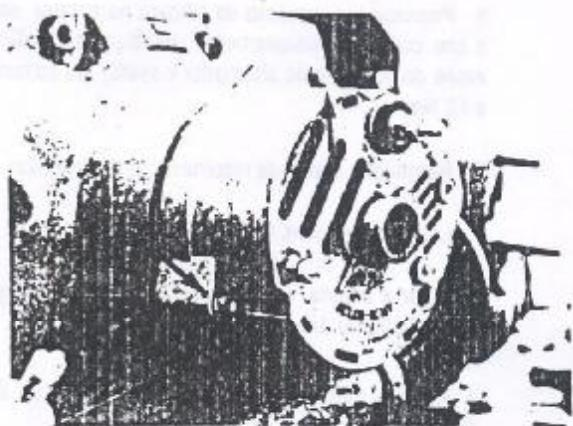

Figura 9.03.1 - Parafusos de fixação do alternador
- 3 Remover os parafusos de fixação da carcaça do alternador ao bloco do motor, e remover o conjunto da carcaça do alternador (Figura 9.03.1).